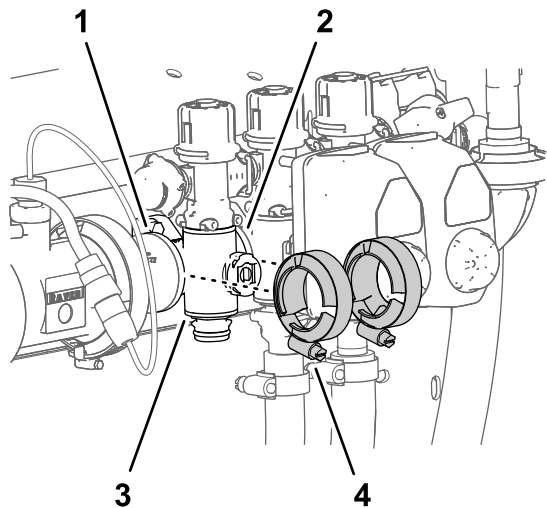

Figura 126
- Retire as 3 braçadeiras da flange que prendem a válvula do coletor da seção às flanges dos componentes adjacentes (Figura 126).